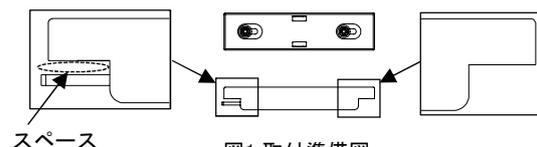

図1 取付準備図
①	ブラインド本体	1コ
②	スライド金具	1コ
③	固定ねじ(3点セムスなべ小ねじ4-12)	2コ
- 固定ねじ(2か所)を緩めてドライバーでねじ部を利用してスライド金具をスライドさせ、ブラインド本体とスライド金具の間に保護板を挟むスペースを作ってください。(図1)(スライド金具が左側にはみ出し、右側にはみ出ない状態にしてください。)